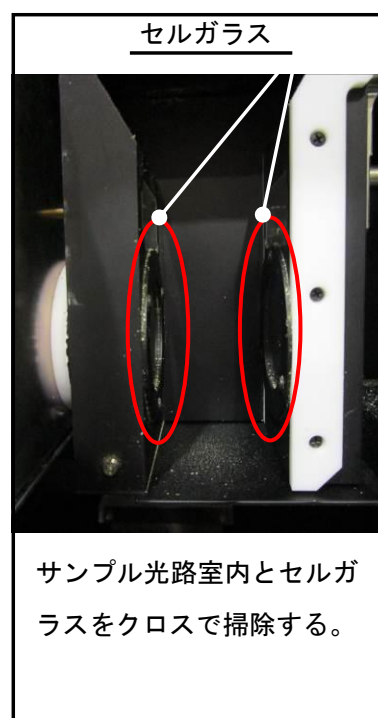

図3. サンプル光路室内
- (4) サンプル光路室内に付着したホコリと米ヌカを取り除きます(図3)。特に、セルガラスに汚れが付着した状態では正確な測定ができないため、注意してください。セルガラスは大変傷がつきやすいので、掃除には付属のクロス以外は使用しないでください。
- (5) 掃除が終了したら、サンプル光路室カバーを取り付け、メンテ扉を閉めます。